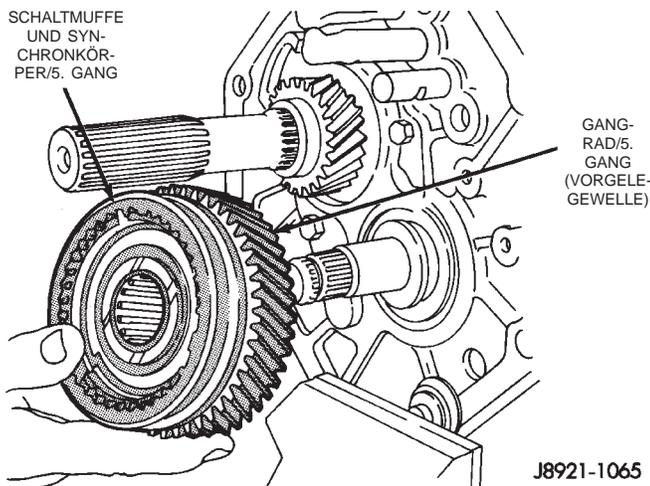

Abb. 54 Gangrad und Synchron einrichtung/5. Gang ausbauen
(6) Das Gangrad für den fünften Gang (Vorgelegewelle) und die Synchronvorrichtung ausbauen (Abb. 54).